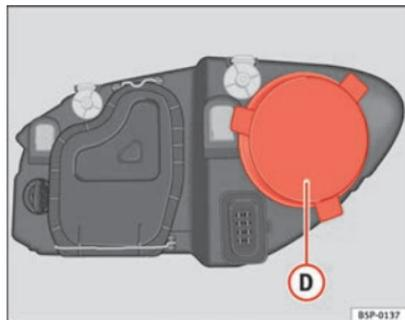

Fig. 188 Luci di posizione
- Rimuovere la copertura ⇒ fig. 188 **D** tirandola.